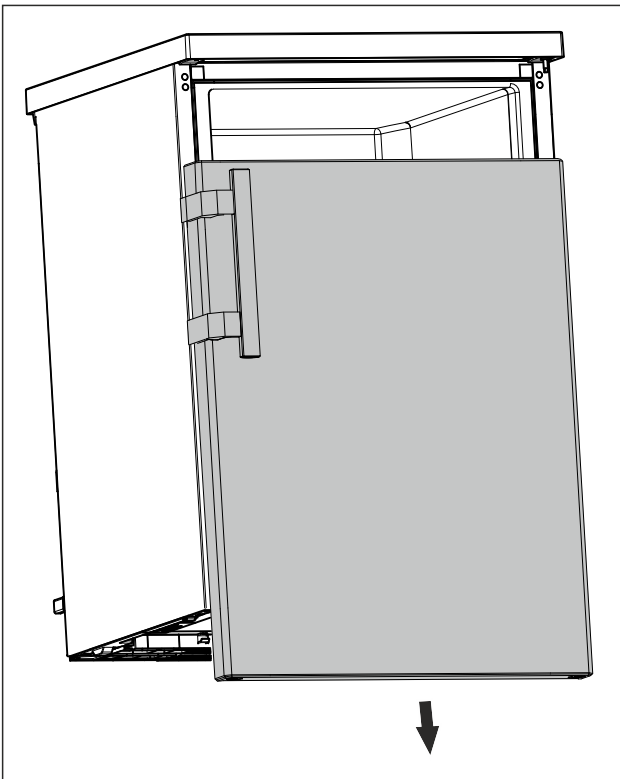

Fig. 14
- Tür nach unten abnehmen. (siehe Fig. 14)